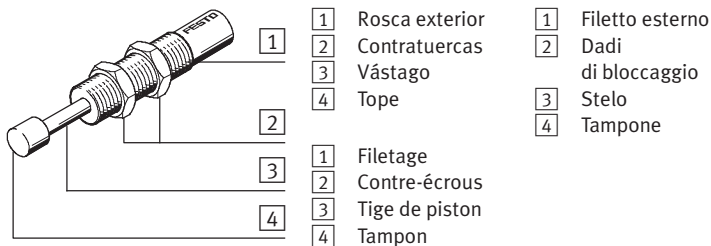
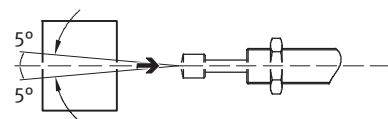

Fig. 1
Fig. 2
- la masa debe alcanzar el tope lo más axialmente posible (4) (→ Fig. 1) (desviación máxima de 5°, → Fig. 2).
- Apriete las tuercas de bloqueo (2) (→ Fig. 1) según el tipo de fijación seleccionado. En todo momento debe respetarse el par de apriete.